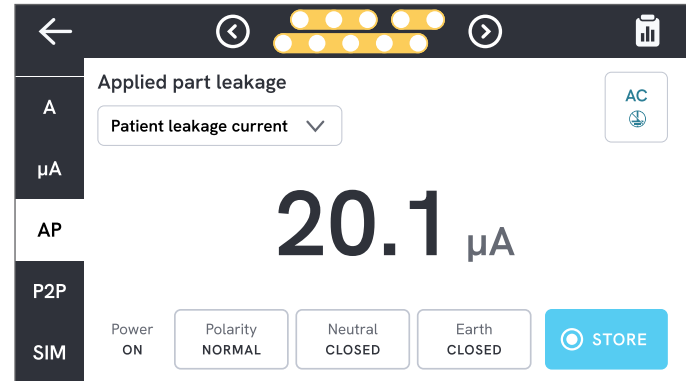

Figura 39: Misurazione della corrente di dispersione sul paziente.
*Durante questa misurazione, la terra chiusa implica che il contatto di terra del dispositivo sottoposto a test è collegato al dispositivo di misurazione della corrente, come illustrato in "Figura 39: Dispersione alternativa dell'apparecchiatura, schema elettrico" a pagina 48. Il dispositivo sottoposto a test **non** è collegato alla terra di protezione della rete elettrica.*